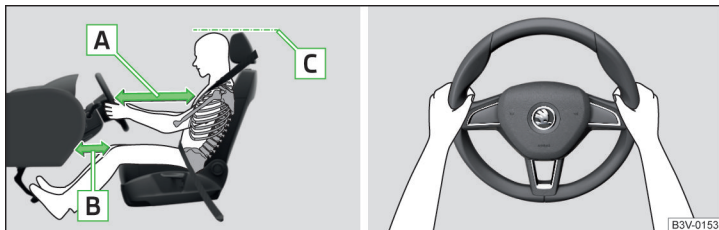

Fig. 14 Posición de asiento correcta del conductor / Posición correcta del volante
- ✓ Ajuste el asiento del conductor longitudinalmente de forma que la distancia de las piernas hasta el tablero de instrumentos en la zona del airbag de rodillas sea al menos de 6 cm » **fig. 14 - B**.
- ✓ Ajustar el volante de tal modo, que la distancia entre el volante y el estérnón sea, como mínimo, 25 cm » **fig. 14 - A**.
- ✓ Ajuste el reposacabezas de tal modo que el borde superior del mismo se encuentre a ser posible a la misma altura que la parte superior de su cabeza (no es válido para los asientos con reposacabezas integrado) » **fig. 14 - C**.
- Durante la conducción, sujete el volante con ambas manos por el borde exterior de los lados en las posiciones de las “9” y “3” horas » **fig. 14**. No sujete nunca el volante en la posición de las “12 horas” o de cualquier otro modo (p. ej., en el centro, en el borde interior del volante, etc.). De lo contrario puede generarse lesiones graves en los brazos, manos y la cabeza cuando se activa el airbag.
- ✓ Ajuste el reposacabezas de tal modo que el borde superior del mismo se encuentre a ser posible a la misma altura que la parte superior de su cabeza » fig. 14 de la pág. 20 - **C** (no es válido para los asientos con reposacabezas integrado).
- ✓ Ajustar el reposacabezas de tal modo, que el borde superior del mismo se encuentre de ser posible a la misma altura que la parte superior de la cabeza » fig. 14 de la pág. 20 - **C**.